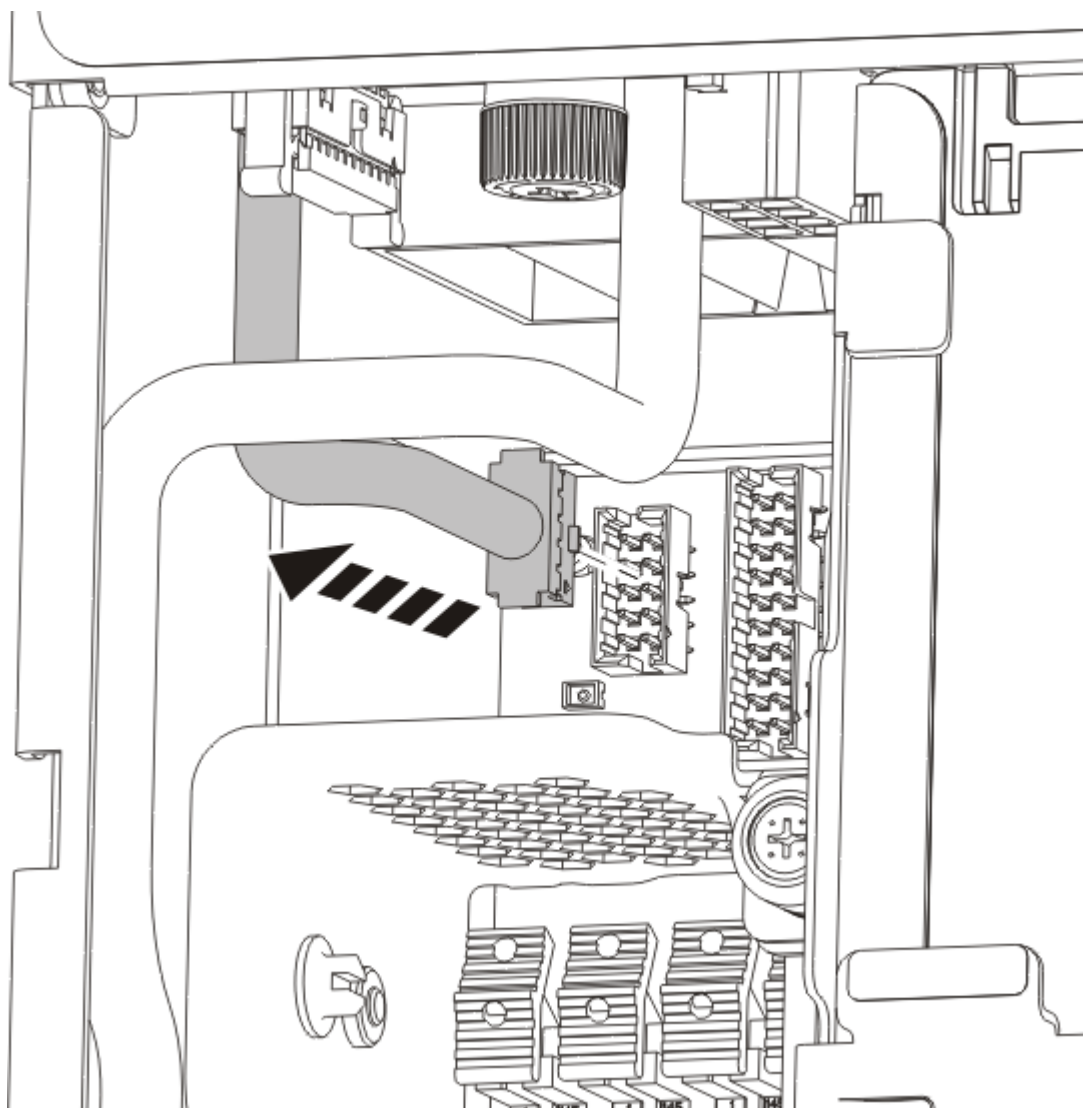

Figure 54. Déconnexion du câble de l'écran du panneau de commande du fond de panier système
3. Débranchez le câble de l'écran du panneau de commande du fond de panier système, comme illustré à la Figure 54, à la page 60.